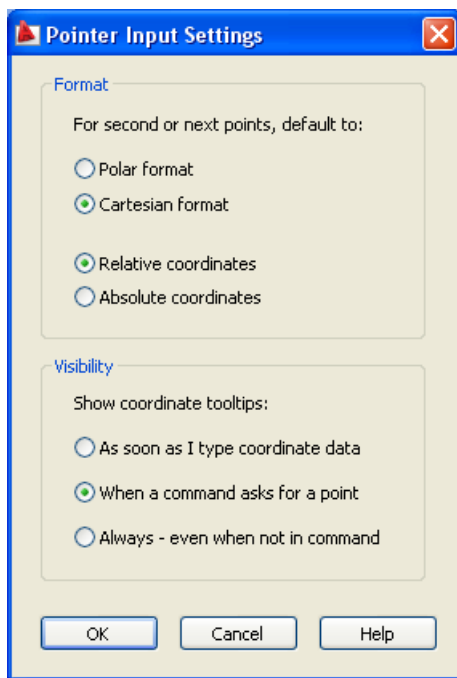

Рис. 4.17
3. Викликати діалогове вікно **Pointer Input Settings** (Параметри вводу с помощью мышки) (рис. 4.17) клацанням на кнопці **Settings** (Настройка) в області **Pointer Input** (Ввод с помощью мышки) і встановити в цьому вікні наступні перемикачі: